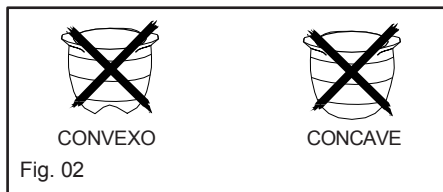

Fig. 02
– Não utilizar recipientes com fundos côncavos ou convexos (Fig. 02).